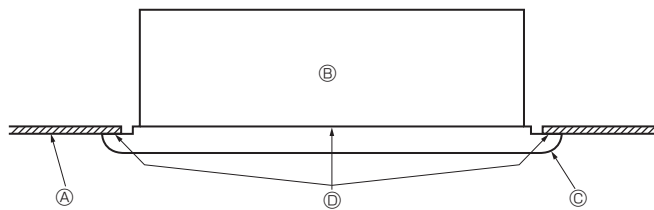

Fig. 5-6
- Serrer ensuite les boulons de fixation ② et les vis de fixation ③ aux trois emplacements centraux.
- Serrer finalement les boulons de fixation ② aux quatre emplacements à gauche et à droite.
- A ce stade, vérifier qu'il n'y a pas de vide entre l'appareil intérieur et la face avant ainsi qu'entre la face avant et la surface du plafond. Si des vides subsistent, l'air risque de s'infiltrer par ceux-ci et de provoquer la chute de gouttes d'eau (Fig. 5-6).
- * Serrer complètement les boulons ② et les vis de fixation ③.
5.4. Vérifications après l'installation (Fig. 5-6)